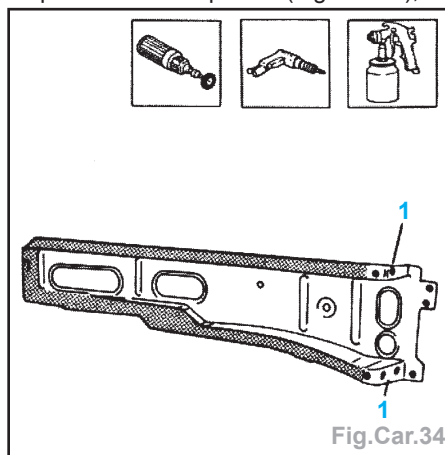

Fig.Car.34
• percer quelques trous (1) et mettre en place avec des pinces (Fig.Car.34),